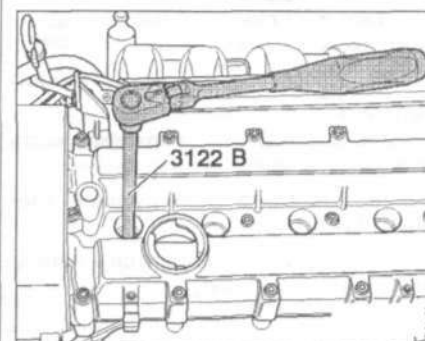

Рис. 2.24. Выкрутите свечи с помощью ключа 3122 В для свечей зажигания.
17. Выкрутите свечи с помощью ключа 3122 В для свечей зажигания (рис. 2.24).